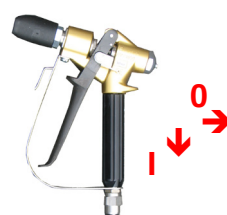

Imagen 6.2.3
- Asegure el gatillo en cada interrupción del trabajo. (Imagen 6.2.3)